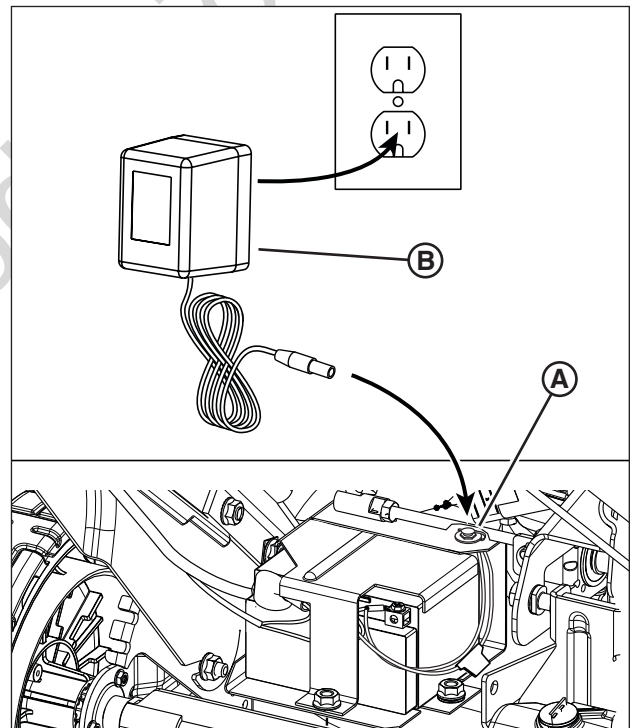

Figure 13 : Recharge de la batterie
1. Enlever le bouchon anti-poussière de la prise du chargeur (A, Figure 13).
2. Brancher le chargeur de batterie (B) dans la prise du chargeur.